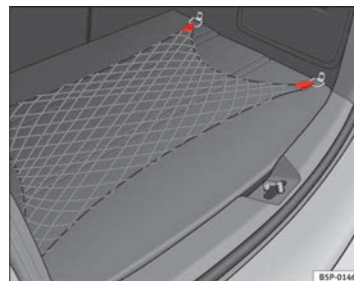

Fig. 108 Filet de rangement du coffre à bagages ►
- Utilisez les anneaux d'amarrage présents sur les côtés du coffre à bagages pour fixer le filet de rangement ⇒ fig. 108.